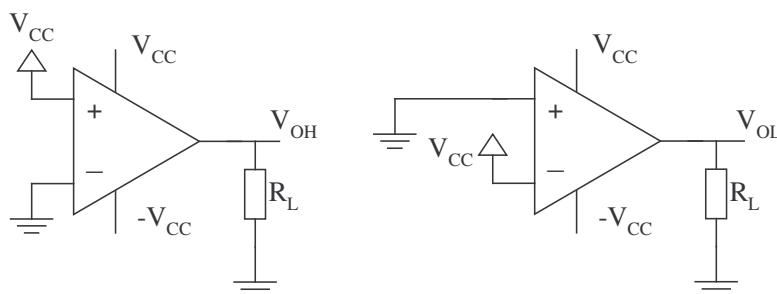

Figura 7. Esquemes de muntatge per a la mesura de V_{OH} i V_{OL} .
Per a mesurar aquestes característiques es configura l'operacional en mode comparador, connectant una entrada a la tensió d'alimentació i l'altre a la tensió de referència (massa), de manera que l'amplificador proporcioni a la sortida els nivells alt i baix de tensió, depenent de quina sigui l'entrada a tensió major. La figura 7 representa els esquemes de muntatge per a la obtenció d'aquest paràmetre.
5.1.- Realitzau el muntatge del circuit de la figura 7 i mesurau els valors V_{OH} i V_{OL} per a valors de R_L de 220 Ω , 1k Ω , 2.2k Ω i 10k Ω . Comentau els resultats.